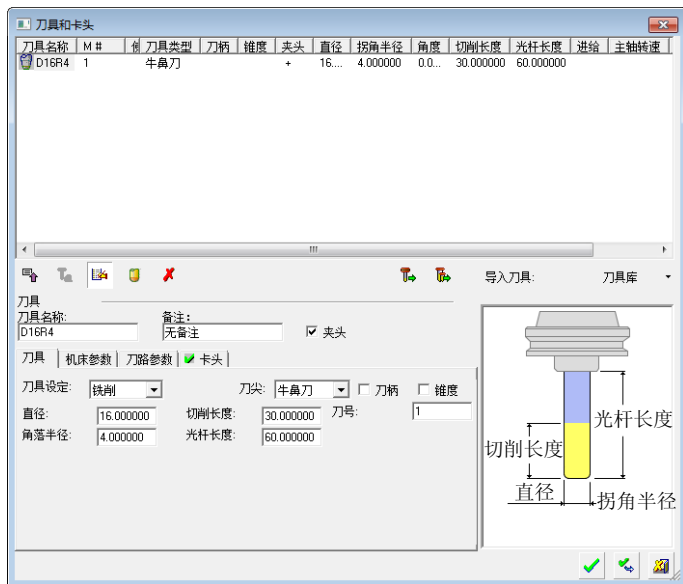

图 3-5 设置刀具参数
- 单击新刀具按钮, 设置刀具参数, 如图 3-5 所示。依次单击确定按钮, 完成刀具创建。